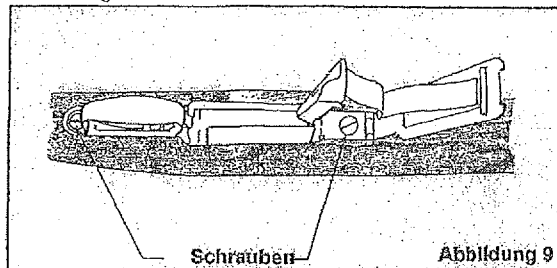

Abbildung 9
4. Die Schrauben von dem Abzugsschutz entfernen. Siehe Abbildung 9.